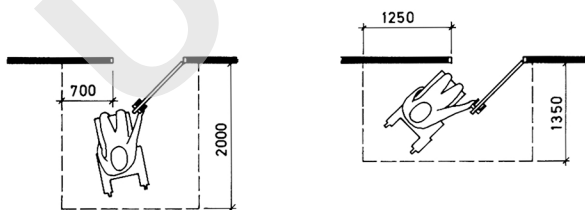

Fig. 111
- 111 *Reposet* foran døren bør være så stort at det i tillegg til dørens slagretning utad gir plass for en ventende person. Der det er mulig, bør det også være plass for en bevegelseshemmet å kunne svinge med rullestol under åpning og lukking av døren, se fig. 111.